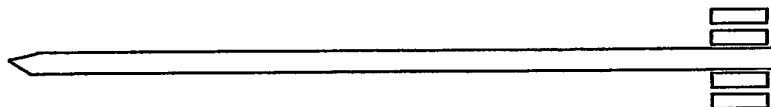

Fig 6
- 3)- Catapulte selon la revendication n°1, caractérisée en ce que les poulies sont montées en parallèle pour deux sandows (Fig 6).